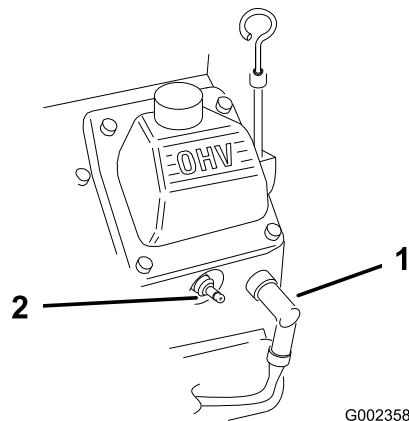

Figura 26
- Scollegate i cappellotti dalle candele (Figura 26).